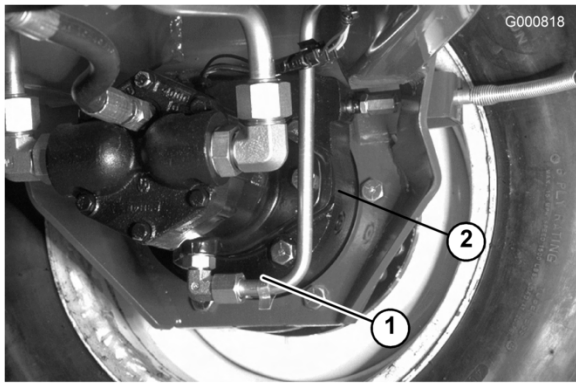

図 53
2. プラネタリ・ギアについているプラグ (図 52) と、ブレーキの裏側についているプラグ (図 53) を外す。